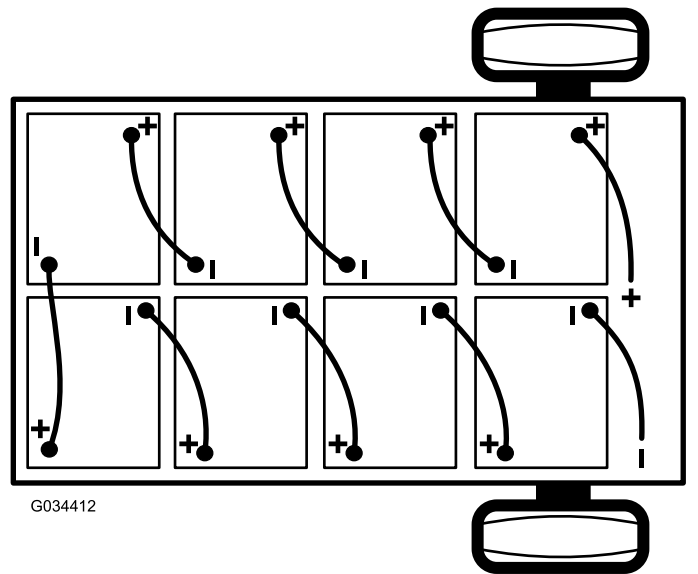

Bild 39
2. Schließen Sie das Hauptminuskabel (schwarz) ab, mit dem die Batterien an der Erdungsstelle der Maschine angeschlossen sind (Bild 39).
3. Schließen Sie das Hauptpluskabel (rot) der Batterie ab, mit dem die Bank der Batterien am Hauptanschluss der Maschine angeschlossen ist (Bild 39).
Hinweis: Achten Sie auf die Batteriepolartät, wenn Sie neue Batterien einsetzen (Bild 39).
6. Schließen Sie die Batterien mit den Batterieverbindungskabeln, die Sie in Schritt 1 entfernt haben, zusammen, wie in Bild 39 abgebildet.
2. Schließen Sie das Hauptpluskabel (rot) der Batterie zwischen der Bank der Batterien und der Maschine an (Bild 39).
3. Schließen Sie das Hauptminuskabel (schwarz) zwischen den Batterien und der Maschine an (Bild 39).